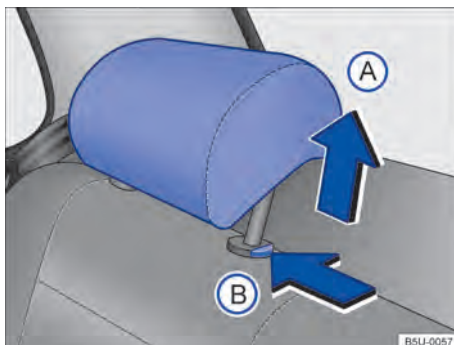

Fig. 39 Ajustar o apoio para cabeça traseiro.
- Empurrar o apoio para cabeça para cima na direção da seta \Rightarrow Fig. 39 (A) ou com a tecla \Rightarrow Fig. 39 (B) pressionada, empurrar para baixo \Rightarrow .